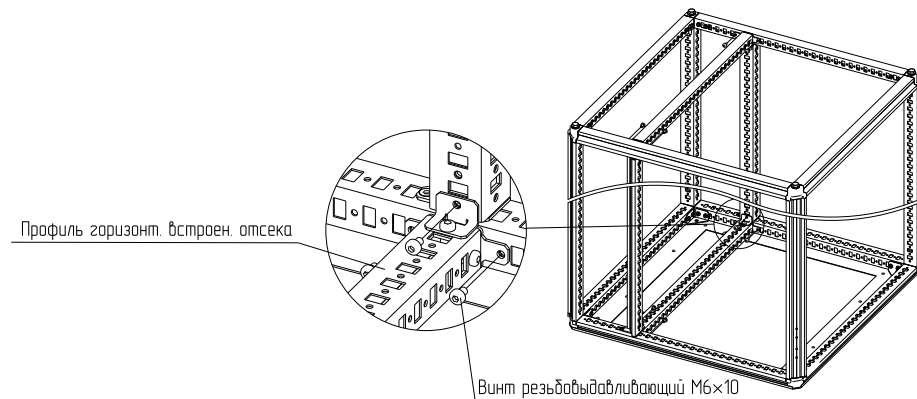

Рисунок 3
4.1.3 Закрепить на крыше и основании профиль горизонтальный встроенного отсека винтами М6×10 (рисунок 3). Момент затяжки – 7 Н·м. Профили горизонтальные встроенного отсека должны быть параллельны друг другу.